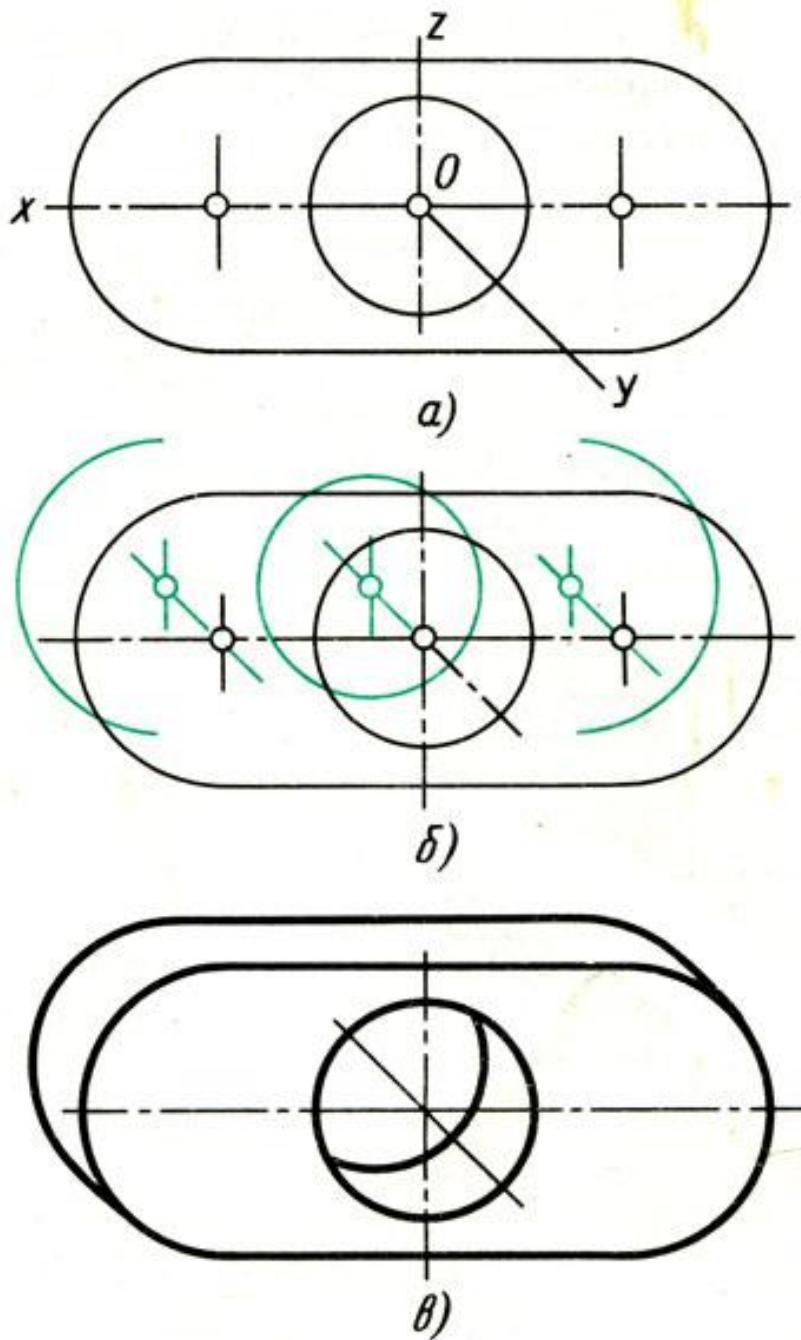

Рис. 10. Построение фронтальной диметрической проекции детали с цилиндрическими элементами
1. Строят очертания передней грани детали, пользуясь циркулем (рис. 10, а).
2. Через центры окружности и дуг параллельно оси u проводят прямые, на которых откладывают половину толщины детали. Получают центры окружности и дуг, расположенных на задней поверхности детали (рис. 10, б). Из этих центров проводят окружность и дуги, радиусы которых должны быть равны радиусам окружности и дуг передней грани.
3. Проводят касательные к дугам. Удаляют лишние линии и обводят видимый контур (рис. 10, в).